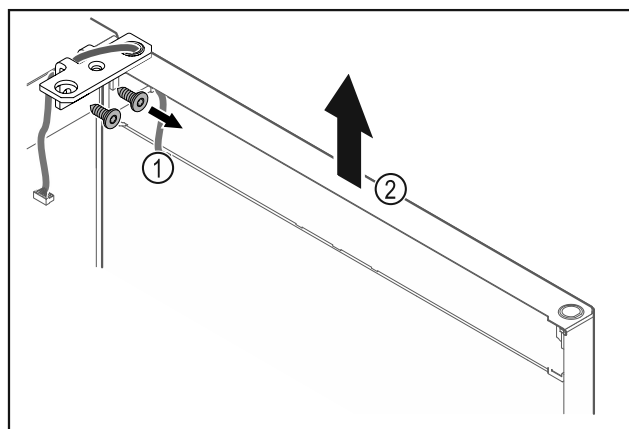

Fig. 20
- ▶ Csavarozza le a csuklópántot Fig. 20 (1).
- ▶ Az ajtót a csuklópánttal Fig. 20 (2) együtt emelje meg felfelé kb. 200 mm-rel, majd vegye le.